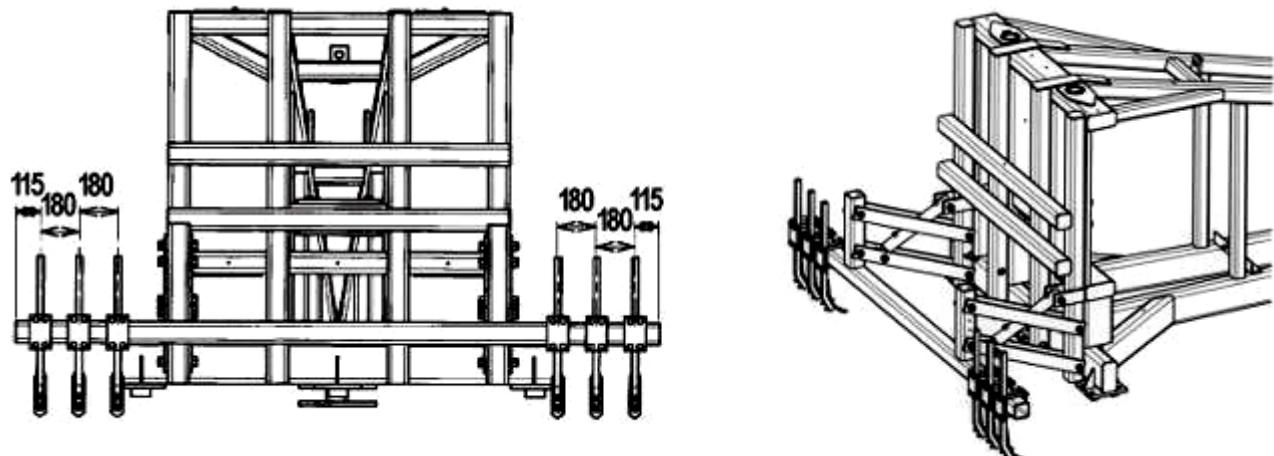

Рисунок 6.
- На брус установить следорыхлители (рис. 6).